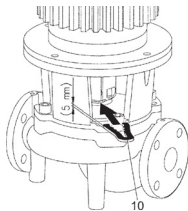

Fig. 13: Asennushaarukan asettaminen paikalleen
10. Työnnä asennushaarukka (Fig. 13, pos. 10) tiivistelaipan ja kytkimen väliin. Asennushaarukan täytyy istua ilman välyksiä.
11. Kiristä ensin hiukan kytkinruuveja (Fig. I/II/III/IV/V, pos. 1.41), kunnes kytkinkuoren puolikkaat ovat säätölevyjä vasten.
7. Irrota kytkinsuoja (Fig. I/II/III/IV/V, pos. 1.32) sopivalla työkalulla (esim. ruuvitalalla).
8. Irrota kytkin (Fig. I/II/III/IV/V, pos. 1.5).
9. Avaa moottorin kiinnitysruuvit (Fig. I/II/III/IV/V, pos. 5) moottorin laipasta ja nosta käyttö sopivalla nostolaitteella pumpusta.
13. Työnnä asennushaarukka (Fig. 13, pos. 10) tiivistelaipan ja kytkimen väliin. Asennushaarukan täytyy istua ilman välyksiä.
19. Avaa tiivistyslaipan kiinnitysruuvit (Fig. III/V, pos. 4) ja nosta käyttö ja tiivistelaippayksikkö (kytkin, akseli, liukurengastiiviste, juoksupyörä) sopivalla nostolaitteella pumpusta.
20. Avaa juoksupyörän kiinnitysmutterit (Fig. III/V, pos. 1.11), ota alla oleva aluslaatta (Fig. III/V, pos. 1.12) pois ja vedä juoksupyörä (Fig. III/V, pos. 1.13) pumpun akselista.
21. Irrota säätölevy (Fig. III/V, pos. 1.16) ja tarvittaessa kiila (Fig. III/V, pos. 1.43).
22. Irrota liukurengastiiviste (Fig. III/V, pos. 1.21) akselista.